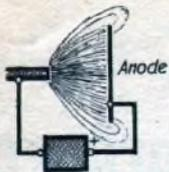

Abb. 2. So verhält sich eine Kathode gegenüber einer plattenförmigen Anode.
**Rundfunktechnik für alle** von Dipl.-Ing. W. Schröter. 154 S., mit 110 Abb. 2. erweiterte Auflage, kart. 3.80 RM., Union, Deutsche Verlagsgesellschaft, Berlin SW 19.
Abb. 3. Die Anode von Abb. 2 ist durchlocht. Bei Anwendung einer hohen Anodenspannung fliegen die Elektronen, deren Flugrichtung auf das Loch zielt, durch dieses hindurch, um als freier Elektronenstrahl weiterzugehen.